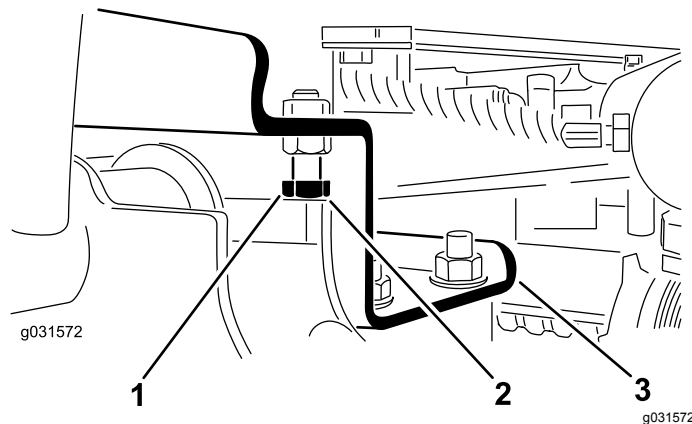

Figure 14
- A. Desserrez les boulons d'arrêt (Figure 14).
2. Vérifiez que l'écartement entre chaque bras de levage et le boulon d'arrêt est compris entre 0,13 et 1,02 mm, comme montré à la Figure 14.